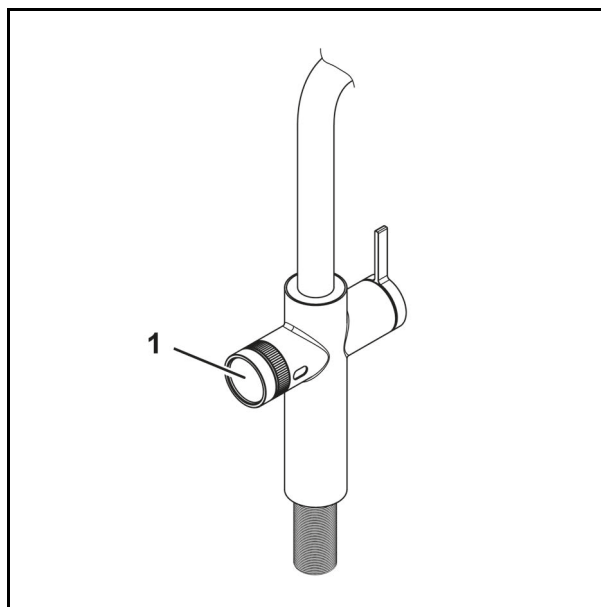

Abb. 26 Start/stop
1. Nacisnąć przycisk „Start/stop” (Abb. 26/1) raz, aby aktywować wydawanie wody.
2. Ponownie nacisnąć przycisk „Start/stop” (Abb. 26/1), aby zakończyć wydawanie wody.